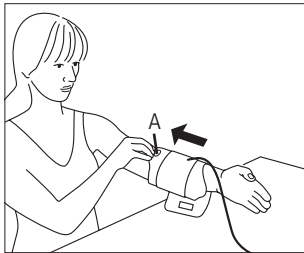

Fig. 1
- A medição tem de ser feita na parte superior do braço, sem roupa. Se a braçadeira estiver completamente aberta, passa o fim da braçadeira pelo fecho de estribo, de maneira a formar um laço. Neste caso, o fecho de velcro tem de ficar do lado exterior. Segure a braçadeira pela respetiva pega A (ver Fig. 1) e faça-a deslizar por cima do braço.